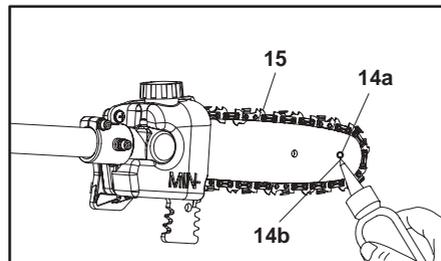

Fig. 61
2. Con una pistola de engrase desechable, inserte la punta de aguja en el orificio de lubricación (14b) (Fig. 61) e inyecte grasa hasta que aparezca en el borde exterior de la rueda dentada (14a).